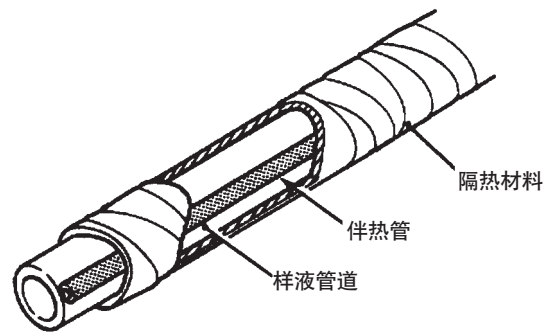

图3.17 蒸汽伴热管
- (1) 应安装样液导管的伴热管，使整个导管都可加热。管道还应用隔热材料覆盖(如图3.17所示)。